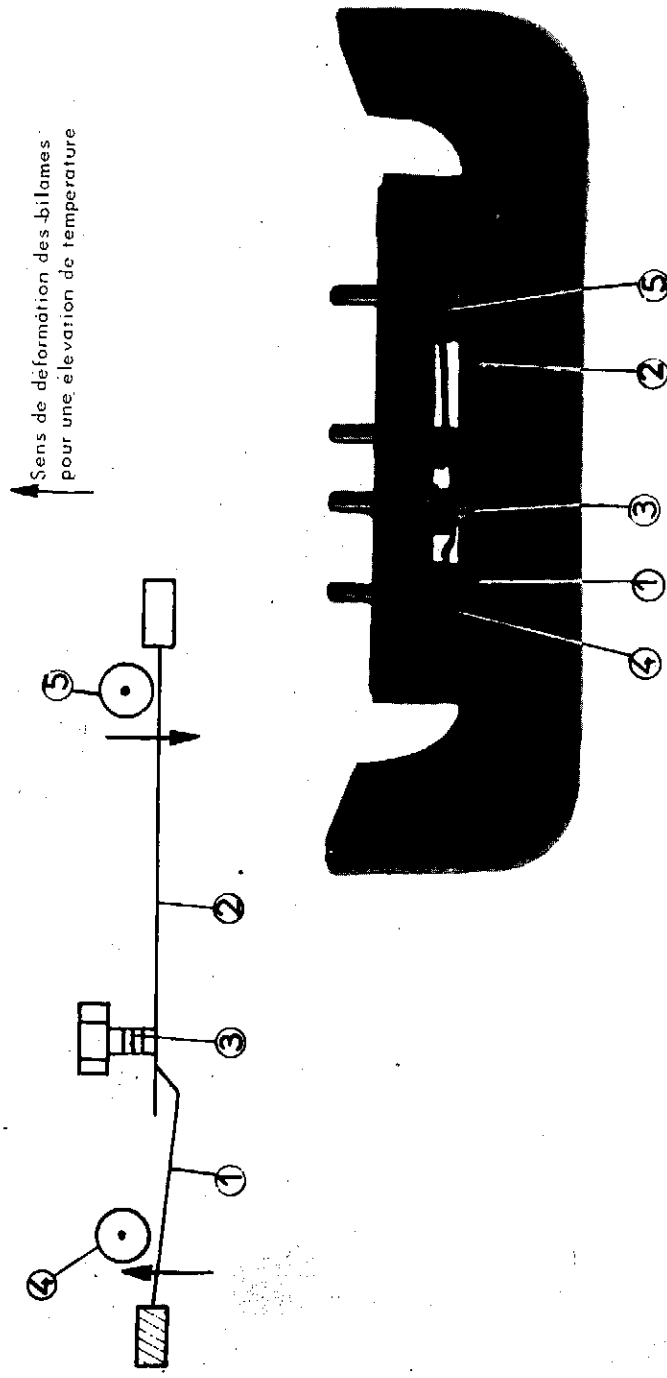

Fig. 15 : THERMOSTAT
- Thermostat d'ambiance (Figure 15) (à bilames).